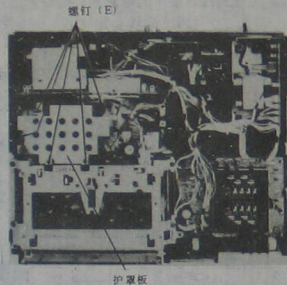

图 1-8 拆卸护罩板
参看图 1-8, 旋出 5 个螺钉 (E), 即可拆卸下护罩板。